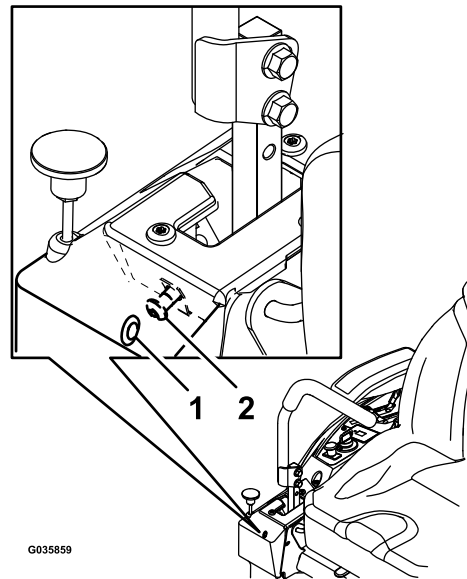

図 58
6. マシンが右にずれる場合は、右前カバーパネルのアクセス穴から 3/16" のレンチを差し込んでトラッキングねじを右または左に回してレバーの動作範囲を調整する 図 58
7. マシンが左にずれる場合は、右前カバーパネルのアクセス穴から 3/16" のレンチを差し込んでトラッキングねじを右または左に回してレバーの動作範囲を調整する 図 58